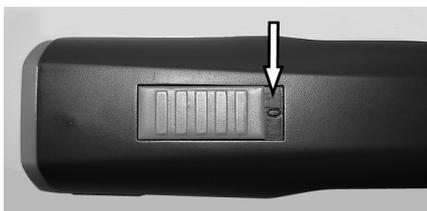

Рис.4 Выключатель в выключенном положении («0»)
2. Убедиться, что выключатель находится в выключенном состоянии («0») (рис. 4).
1. Установить выключатель в позицию «0» (рис. 4).
2. Нажать на фиксатор батареи (2) с двух сторон и вытащить батарею (1) из машинки.